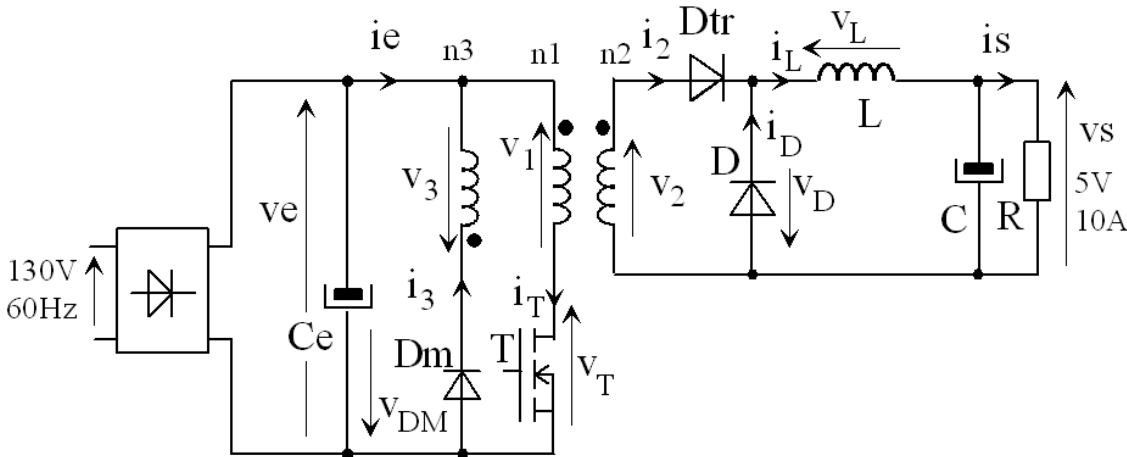

Fig. 14.1. Convertisseur AC - DC à découpage (dessins\forward1.drw).
Le schéma d'une alimentation à découpage de type "FORWARD" est donnée à la figure 14.1. Ce convertisseur est prévu pour fonctionner sur le réseau américain 130V/60Hz. Il est destiné à l'alimentation d'une carte électronique d'ordinateur fonctionnant sous 5V et consommant un courant maximum de 10A. La fréquence de travail est fixée à 50 kHz. Le rapport cyclique est constant et vaut $\alpha = 0,5$.
- Simplifier le schéma de la figure 14.1 pour T ON.
- Simplifier le schéma de la figure 14.1 pour T OFF